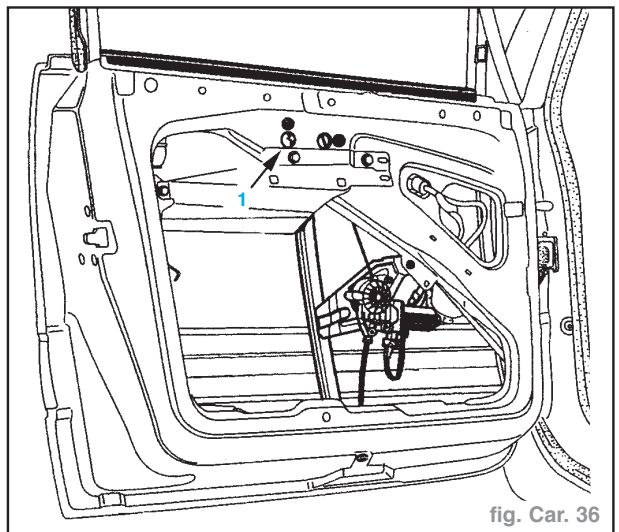

fig. Car. 36
- Bloquer les vis (1) (fig. Car. 36).